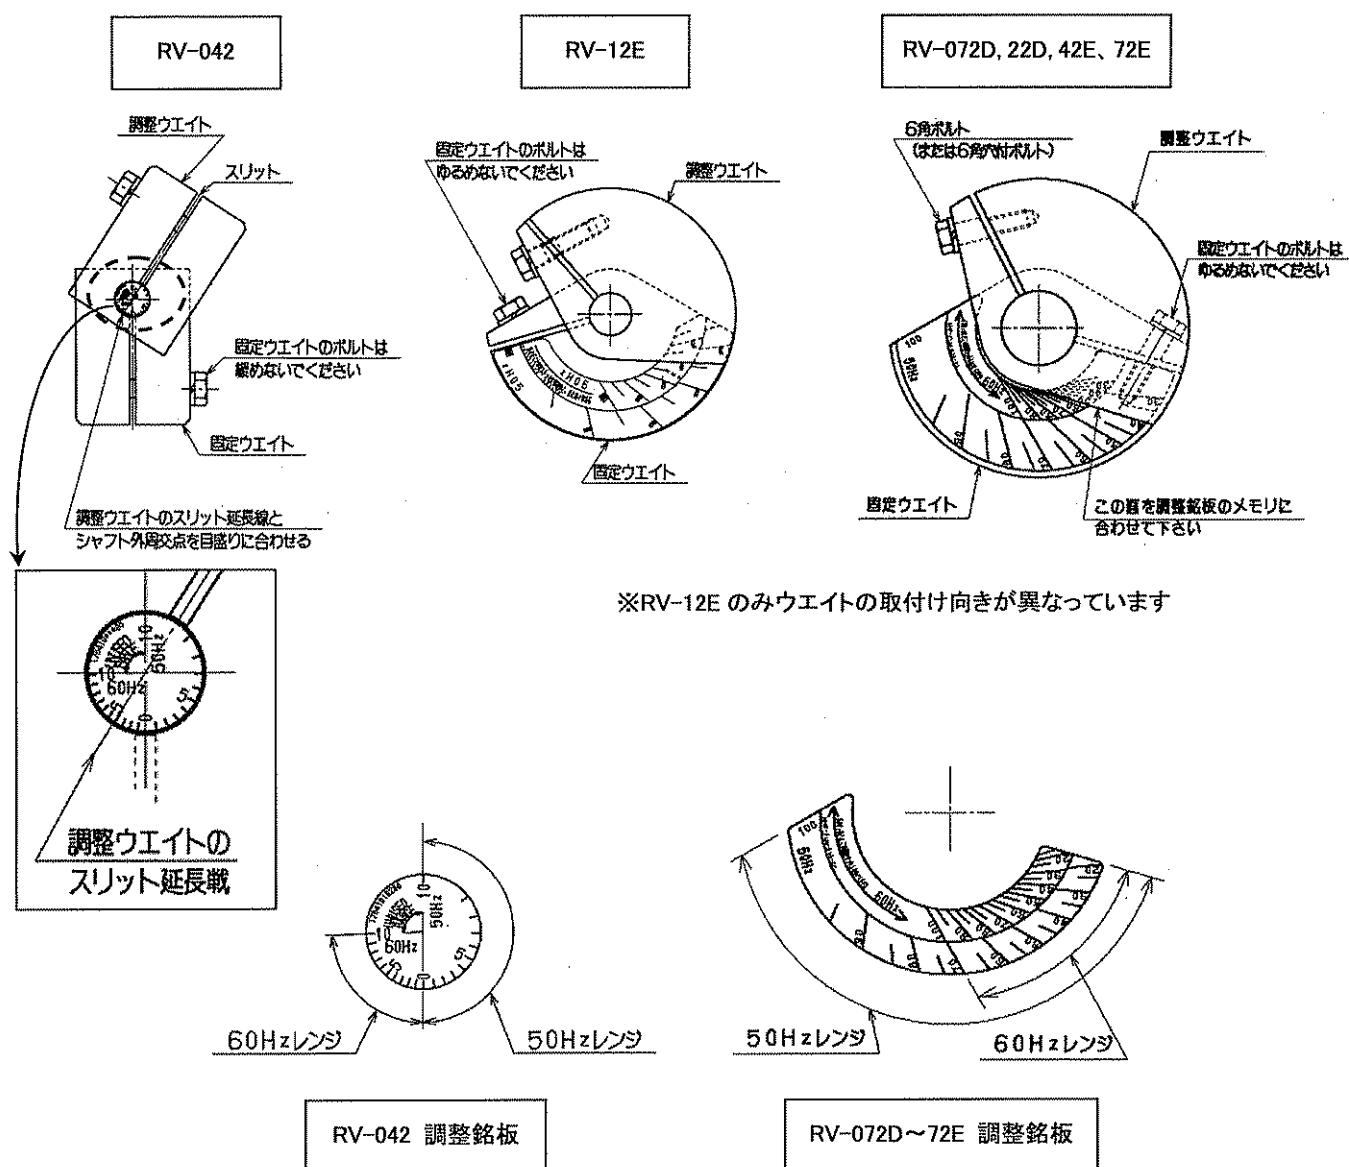

図 3
(図 3 参照)
- (c) 図 3 に示す、調整ウエイトの外周平面を希望する目盛に合わせ、調整ウエイトのボルトを締めて固定します。